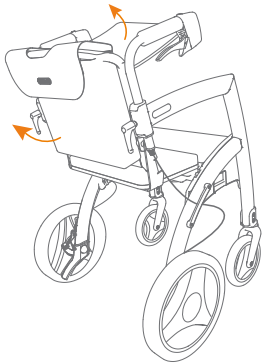
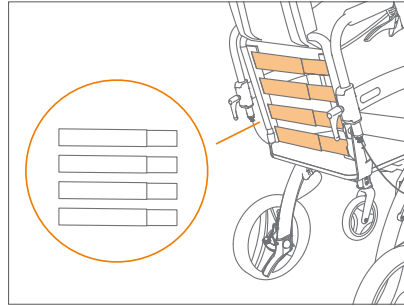

Abbildung 50: Einstellgurte freilegen.
Abbildung 51: Vier verstellbare Einstellgurte.
- b. Klappen Sie die Tasche des Rollstuhlpakets und den Bezug der Rückenlehne hoch (**Abbildung 50**). Die Einstellgurte sind nun deutlich sichtbar (**Abbildung 51**).